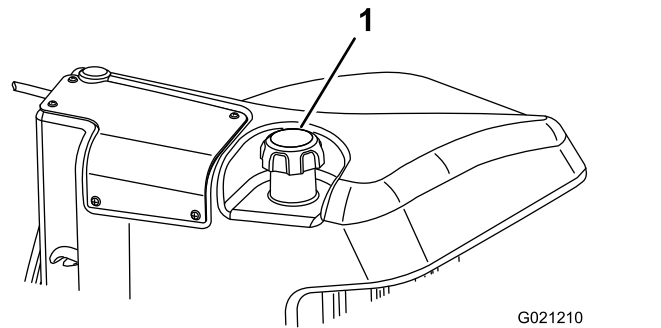

Figura 47
3. Togliete il tappo dal serbatoio carburante (Figura 47).